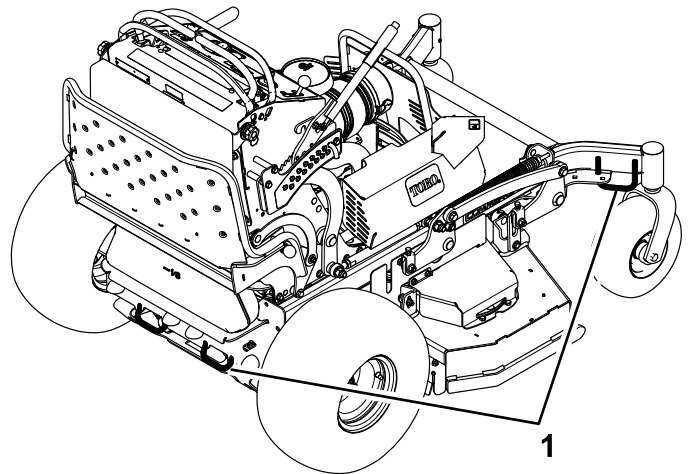

図 27
- 前キャストホイールおよび後部バンパーを利用して機体をロープやチェーンなどで固定する図 27。ロープ掛けや積荷固定については各地域の法令などに従ってください。